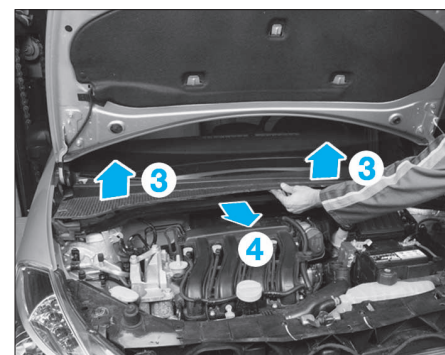

FIG. 23
- Déposer les agrafes (2).
- Extraire la grille d'auvent suivant les mouvements (3) et (4) (Fig.23).